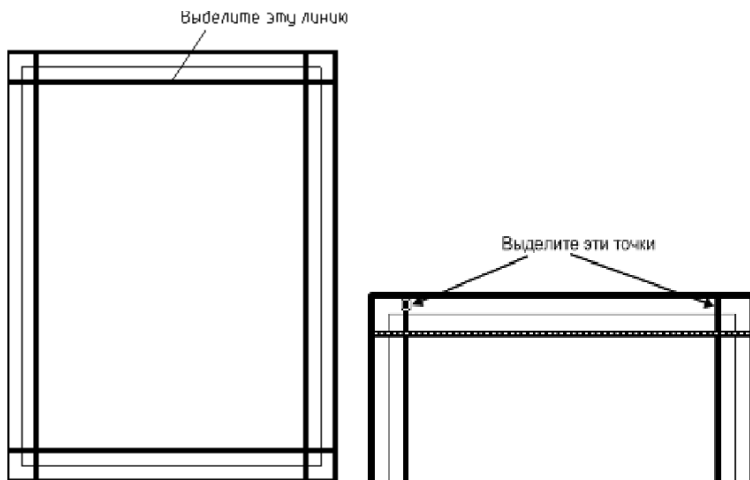

Рис. 149 – Обрезка отрезков
13. Назовем построенную фигуру комнатой. Удалим лишние линии на её чертеже. Используем для этого команду **Обрезка**. Команда **Обрезка** позволяет производить обрезку векторных объектов по границам (или граничным кромкам), задаваемым одним или несколькими объектами. Объекты, не пересекающиеся с граничной кромкой, можно обрезать в местах их воображаемого пересечения с продолжением кромки. Один и тот же объект одновременно может быть и кромкой, и обрезаемым объектом. Выберите в меню команду **Редактирование** → **Обрезка**. На запрос о линии обрезки (кромки) выделите горизонтальную вторую сверху линию (рисунок 149) и нажмите клавишу Enter. Укажите последовательно указателем отрезки, подлежащие удалению. Для завершения выполнения команды **Обрезка** нажмите клавишу Enter, или Esc. Удалим остальные лишние отрезки при помощи той же команды.